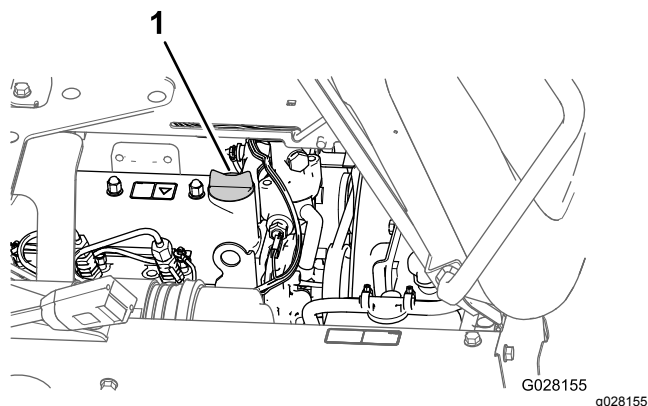

Bild 71
5. Nehmen Sie den Ölfülldeckel vom Füllstutzen an der Ventilabdeckung des Motors ab und gießen Sie ungefähr 80 % der angegebenen Ölmenge langsam in den Füllstutzen (Bild 71).
8. Setzen Sie den Ölfülldeckel auf den Füllstutzen (Bild 71).